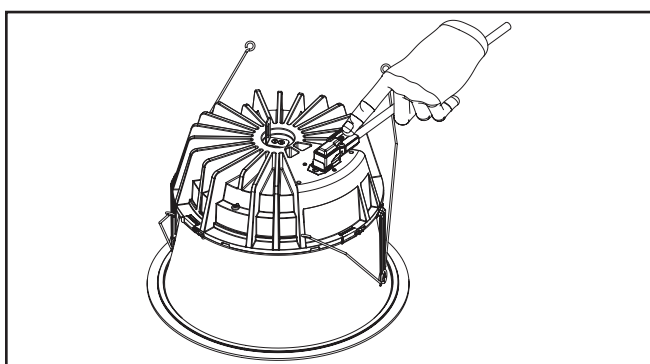

Figura 39.
7. Alinee correctamente el conector como se muestra en (Figura 39).